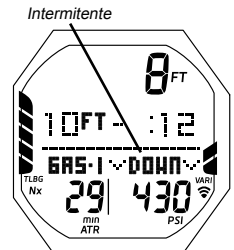

Fig. 85 - PRINCIPAL CV
- > El mensaje DOWN con los iconos de la flecha hacia abajo siguen parpadeando (Fig. 85) hasta llegar dentro de los 10 FT (3 M) de y por debajo de la profundidad de la parada requerida (dentro de la zona de la parada). Luego, se borran.